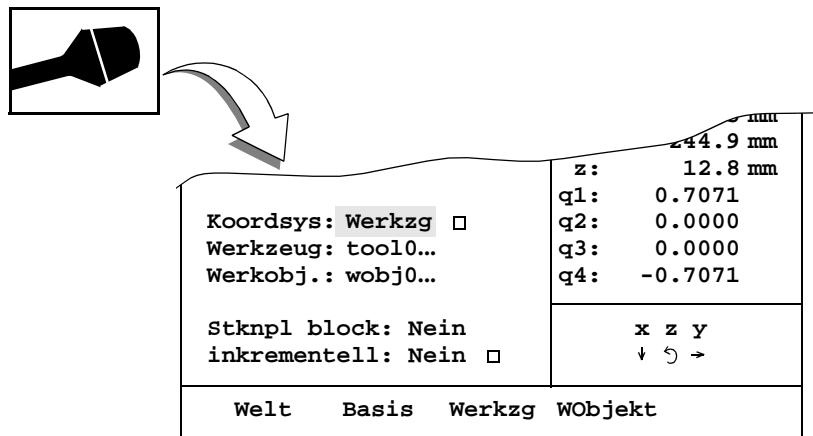

Bild 9 Angabe des Koordinatensystem im Fenster Bewegen.
- Das Feld **Koord** auswählen (siehe Bild 9).